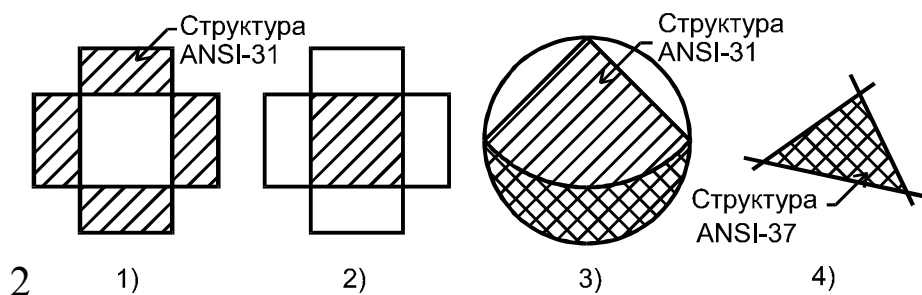

Рис. 34. Графическое задание № 2
2. Выполнить графическое задание № 2. (рис. 34). Начертить фигуры и заштриховать их методом *точка в области*.